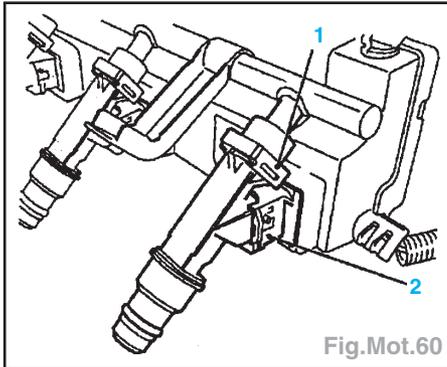

Fig.Mot.60
- module de papillon (2),
- détecteur de cliquetis (4),
- capteur de pression (3),
- Déposer les injecteur en déposant les agrafes (1) (Fig.Mot.60).